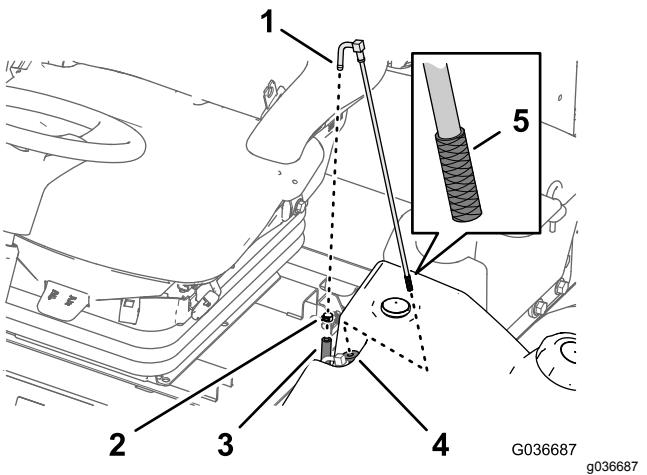

Figura 46
1. Retire a abraçadeira de tubos que prende o tubo de alimentação do combustível à união do tubo de recolha de combustível (Figura 46).
2. Separe a tubagem da união (Figura 46).
3. Levante o tubo de recolha de combustível do depósito do combustível (Figura 46).
4. Limpe quaisquer detritos no filtro na extremidade do tubo de recolha de combustível (Figura 46).
5. Insira o tubo de recolha de combustível através do casquilho de borracha e no depósito (Figura 46).